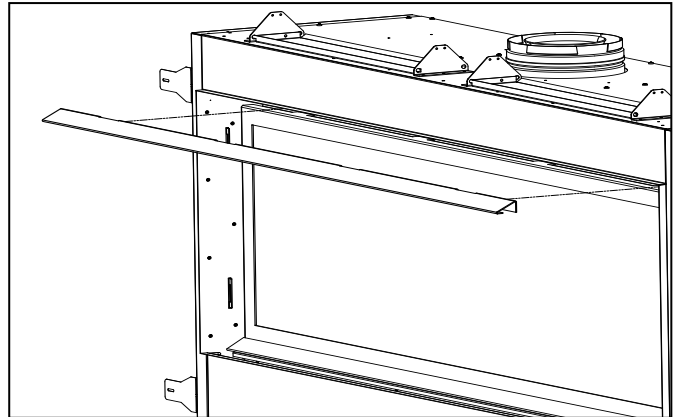

Figure 34: Suppression de la couverture CSS
3. Il y a un couvercle CSS sur le dessus intérieur de l'armoire qui doit être retiré. Il est fixé à l'aide de sept (7) vis #8 T20. Retirez ces vis et retirez le couvercle (voir Figure 34).